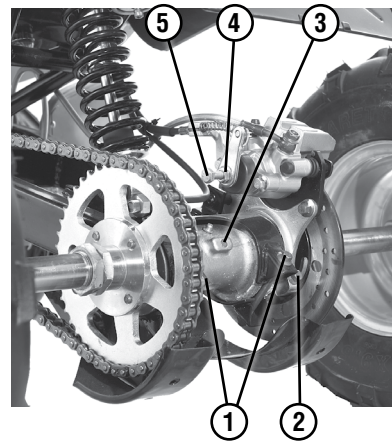

Рис. 16 Регулировка заднего тормоза и натяжения цепи
- ослабьте контргайку (рис. 16, поз 4) регулировочного винта (рис. 16, поз 5) и, заворачивая его, добейтесь того, чтобы свободный ход на конце рычага ручного тормоза составил 8-15 мм. Перед затяжкой контргайки обоих регулировочных винтов, проверьте отсутствие затирания тормозных колодок (вывешенные колеса должны вращаться легко без затираний) и при положительном результате зафиксируйте контргайки.
- ослабьте два фиксирующих болта крепления регулировочного эксцентрика (рис.16, поз.1) и болт крепления опоры тормозной скобы (рис. 16, поз. 2);
- регулировку цепи произведите поворотом регулировочного эксцентрика путем постукивания молотком (через деревянный брусок) по приливу на эксцентрик (рис. 16, поз 3). Перемещение (поворот) прилива назад – натяжение цепи, перемещение (поворот) прилива вперед – ослабление цепи,
- после завершения регулировки натяжения цепи болты крепления регулировочного эксцентрика (рис.16, поз.1) и болт крепления опоры тормозной скобы (рис. 16, поз. 2) затянуть до упора;